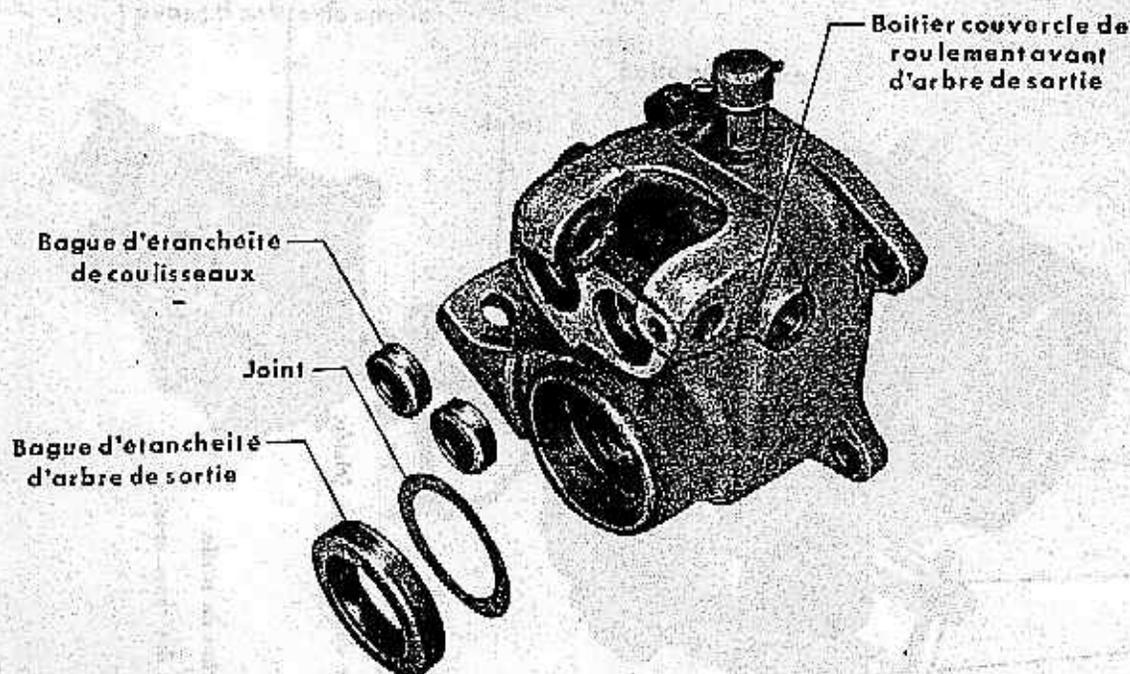

FIGURE 20. — Boîtier couvercle de roulement avant d'arbre de sortie et bagues d'étanchéité.
a. Boîtier couvercle du roulement avant d'arbre de sortie (fig. 20).
E. — Remplacement de la bague d'étanchéité de couvercle de roulement d'arbre de sortie (fig. 20).
B. — Mise en place de la fourchette de démultiplication (fig. 20).